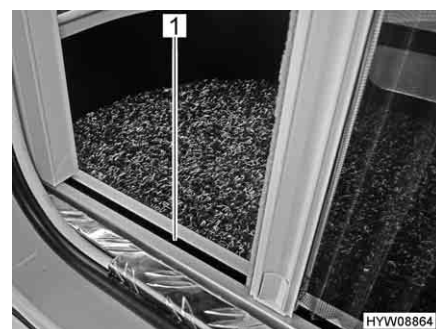

Fig. 28 Guida inferiore della protezione contro gli insetti
- ▷ Durante l'apertura e la chiusura, afferrare la barra di presa con entrambe le mani. In questo modo è possibile limitare la possibilità che la protezione contro gli insetti si inceppi nelle guide (Fig. 28,1).